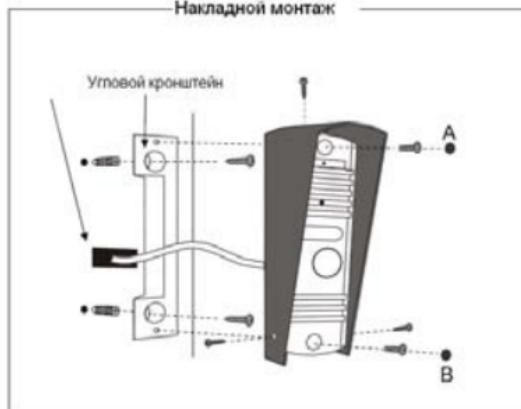

Рисунок 1.
- Подготовьте место установки панели. Рекомендуется размещать панель так, чтобы видеокамера располагалась на высоте 1.45... 1.6 м от уровня пола (см. рис. 1).